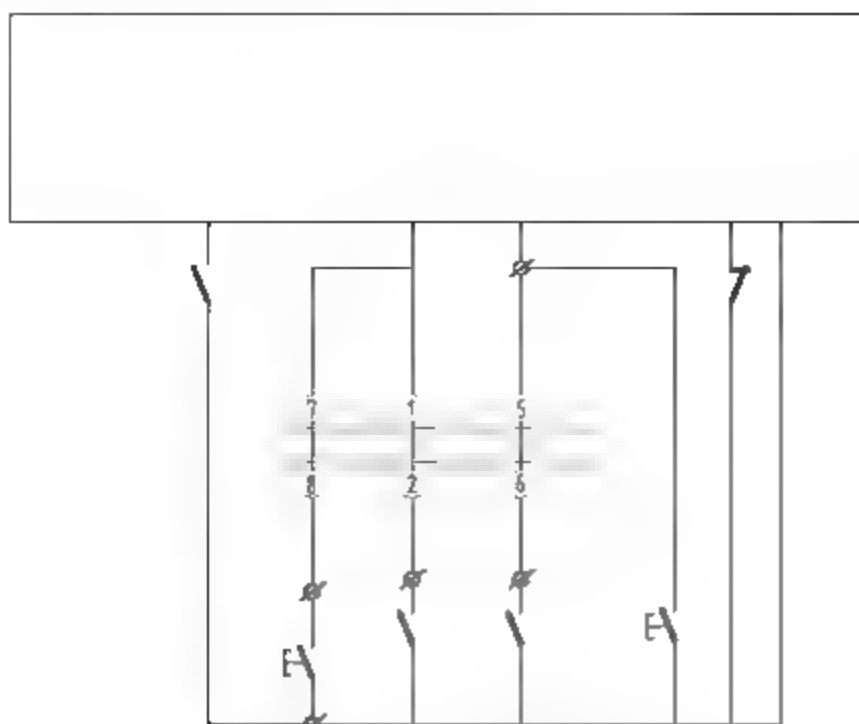

图10-29 绘制虚线
**16** 调用L【直线】命令,绘制如图10-29所示的虚线。